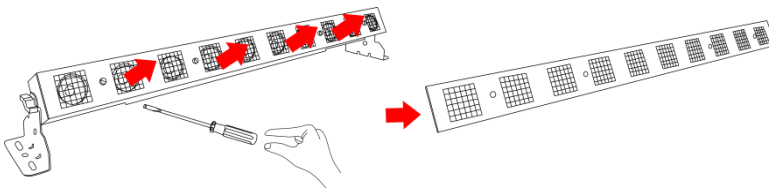

Fig.05
- 02) Togliere delicatamente l'alloggiamento in metallo (Fig. 05).